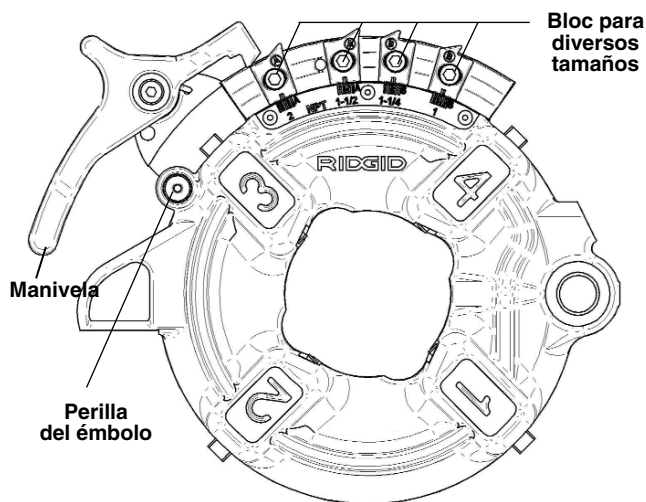

Figura 10 – Cabezal de Terrajas Semiautomático 816/817
Cabezal de terrajas Semiautomático (*Figura 10*) – Cuando el extremo del tubo que se rosca se encuentra al ras con el borde de la terraja número 1, golpee la manivela del cabezal de terrajas para que las terrajas suelten el tubo.
1. Baje la manivela para que la placa de levas descanse (Figura 10 – Cabezal de terrajas semiautomático Modelos 816 y 817) contra la parada, (como se muestra).
1. La rosca tiene la longitud correcta cuando el extremo del tubo queda al ras con el borde de las terrajas (Figura 10).